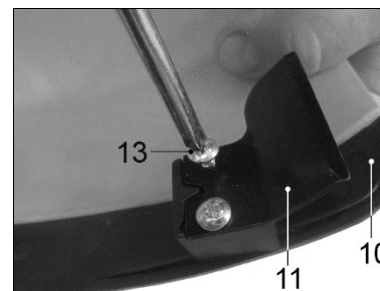

Рисунок 3.
6.1. Установка ножа для обрезки лески (Рис. 3)